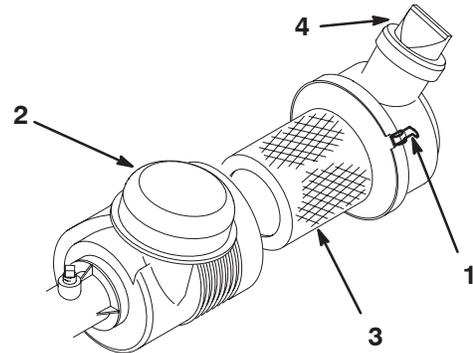

Bild 31
Prüfen Sie den Körper des Luftfilters auf Schäden, die eventuell zu einem Luftleck führen könnten. Stellen Sie sicher, dass der Staubdeckel fest am Luftfilter anliegt. Ersetzen Sie einen defekten Luftfilterkörper. Drücken Sie das Ventil (Bild 31) vor jeder Verwendung, um Staub und Fremdkörper zu entfernen. Warten Sie den Luftfilter alle 100 Stunden.
3. Lösen Sie den Luftfilterriemen, mit dem die Luftfilterabdeckung am Luftfilterkörper befestigt ist (Bild 31), und nehmen Sie die Abdeckung vom Körper ab.